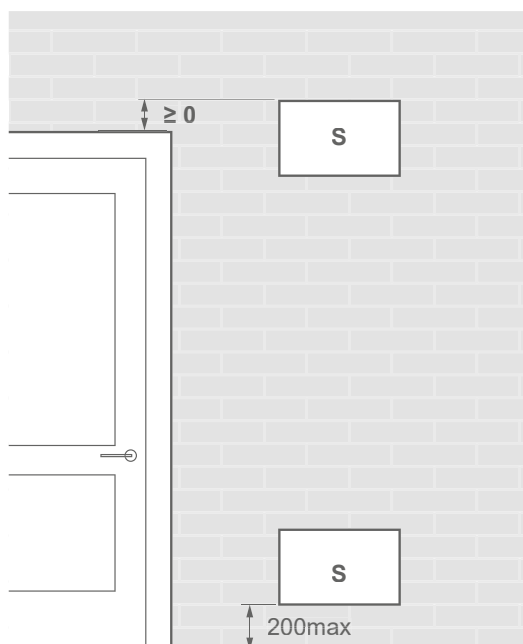

fig. 22 - Plaats van ventilatieopeningen
- De ruimte beschikt over natuurlijke ventilatie naar een andere ruimte waarvan de som van de volumes van de twee ruimtes groter is dan "koudemiddelvulling" (in kg) / 0,3 kg/m³. De ventilatieopeningen tussen de twee delen worden geleverd door openingen van ten minste: Zie fig. 23 en fig. 22.